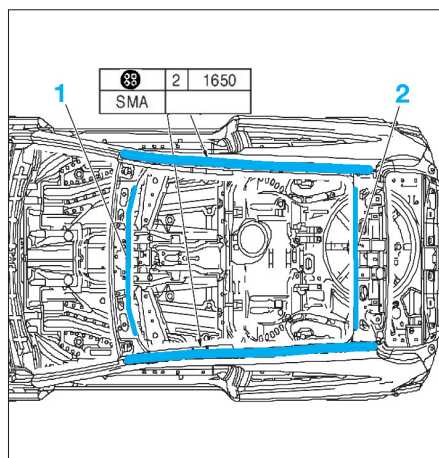

FIG. 153
- Encoller le cadre de pavillon (fig. 153).
- Appliquer de la colle à vitre monocomposant (ref : 93165025/1504815) sur les cadres de toit avant (1) et arrière (2).